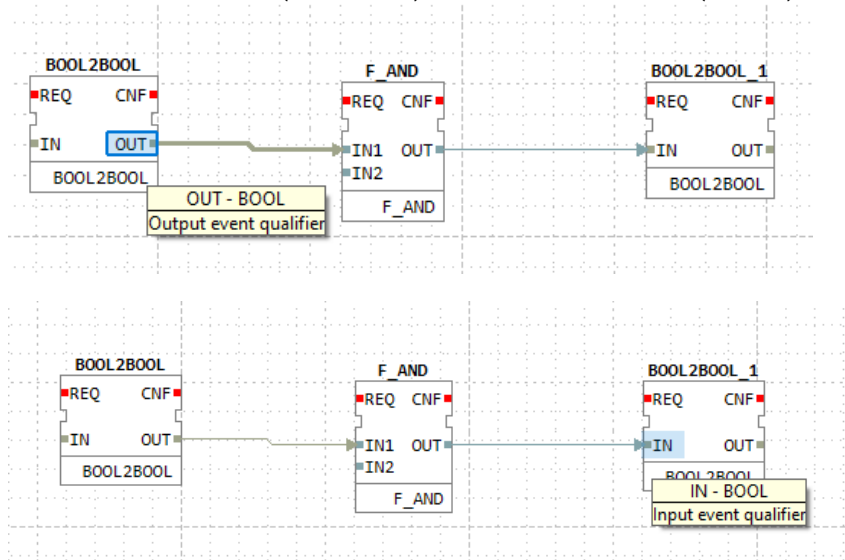
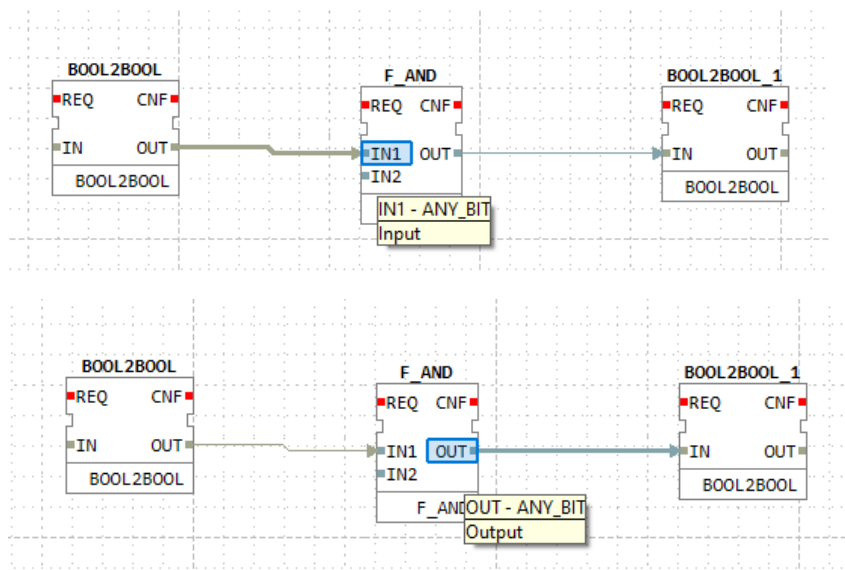

Рисунок 44 – Тип данных BOOL
Рисунок 45 – Параметры соединения (типы данных ANY_BIT)
1. Создание соединений параметров типа ANY с параметром определенного типа. Например, следующие соединения определяют параметры блока F_AND как BOOL(см. рисунки Рисунок 44, Рисунок 45):